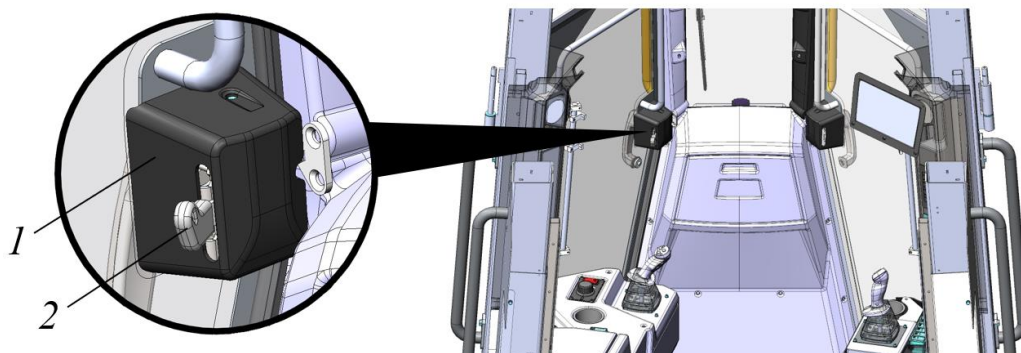

Рисунок 3.28. Открытие двери кабины
- Нажать на рычаг 2 замка двери 1 сверху, рис. 3.28. Толкнуть дверь от себя.